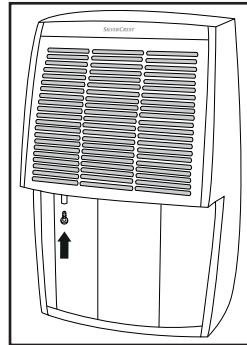

Abb. 6
- ◆ Setzen Sie den Stopfen in die Austrittsöffnung für den Wassertank ein (siehe Abbildung 6).